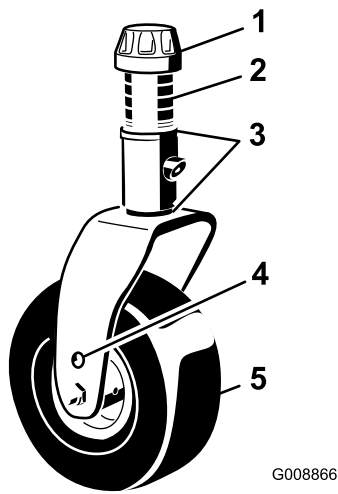

Figure 95
- Enlevez le chapeau de tension de l'axe de pivot et sortez l'axe du bras pivotant (Figure 95). Repositionnez les cales pour élever ou abaisser la roue pivotante, selon les besoins, et obtenir la bonne inclinaison.